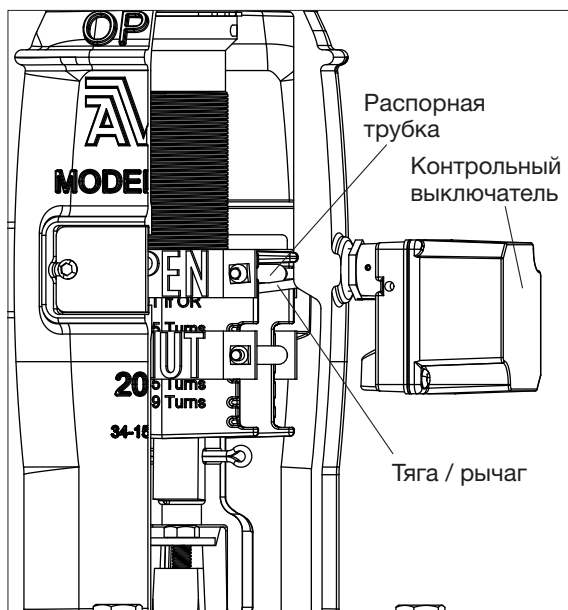

Рис. 7
2. Отрегулировать длину тяги механизма выключения согласно Рис. 7 и 8 в зависимости от типа установки.
Если задвижка, открываемая против часовой стрелки, имеет положение OPEN, контрольный выключатель должен сработать при ее закрытии. Для этого выключатель необходимо установить так, чтобы тяга механизма выключения прикасалась к нижней стороне распорной трубки верхней таблички - как показано на Рис. 7.